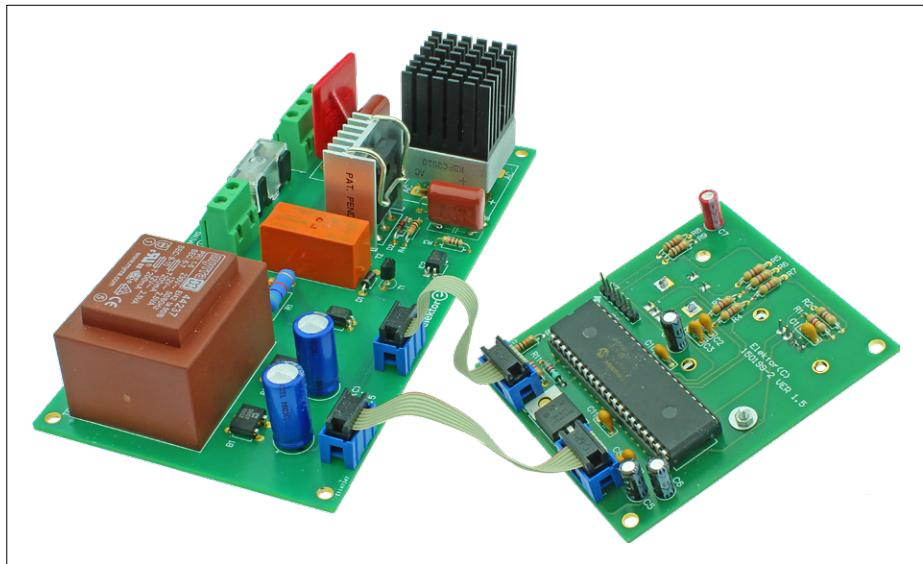

Figure 6. La carte μC et la carte électronique de puissance connectées par deux câbles plats à 6 brins.
- Interconnectez les cartes avec les deux câbles plats IDC à 6 brins (**fig. 6**).